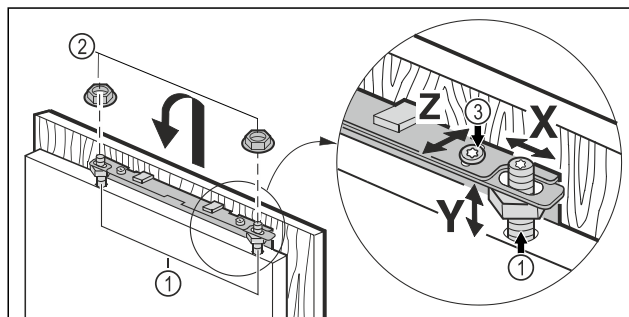

Fig. 16
- Hang de meubeldeur aan de stelbouten Fig. 16 (1) en draai de borgmoeren Fig. 16 (2) losjes op de stelbouten.
- Meubeldeur in de hoogte Y en in de zijdelingse schuifte uitlijnen: Stelbouten Fig. 16 (1) met een schroevendraaier instellen.
- Draai de borgmoeren Fig. 16 (3) vast.